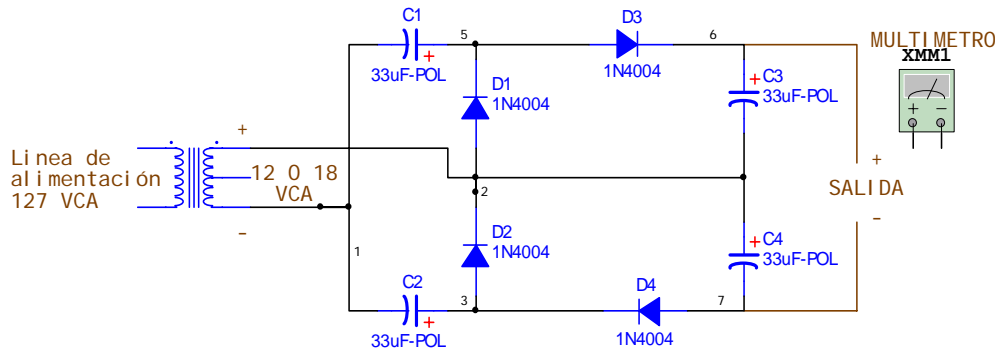

Figura 9.
- a) Construya el circuito que se muestra en la figura 9, verifique la polaridad correcta de los capacitores.